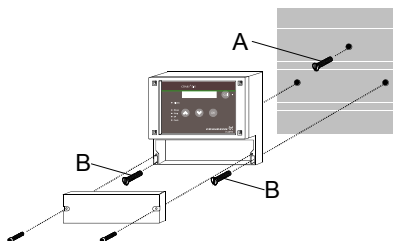

Fig. 4 Schéma de montage
2. Visser la vis (A) dans la cheville supérieure médiane en la laissant dépasser d'environ 1 cm. Voir fig. 4.
4. Placer l'appareil sur la vis (A).
5. Serrer l'appareil avec les deux vis (B).